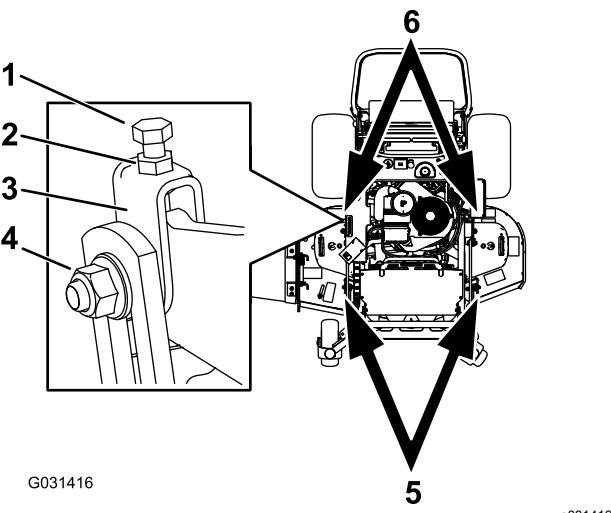

Figure 83
1. Desserrez l'écrou de blocage et le boulon latéral sur les chapes que vous voulez régler (Figure 83).
2. Tournez le boulon supérieur des chapes pour régler la hauteur du plateau de coupe (Figure 83).
5. Si la mesure n'est pas correcte, localisez les 2 chapes avant sur la machine (Figure 83).